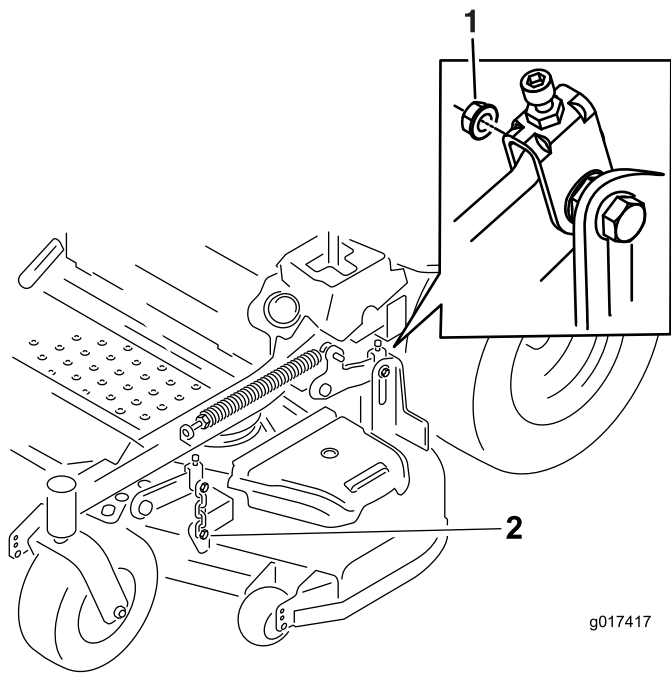

図 86
7. 図 86に示すように、デッキの両側から金具類を外し、なくさぬように保管する。